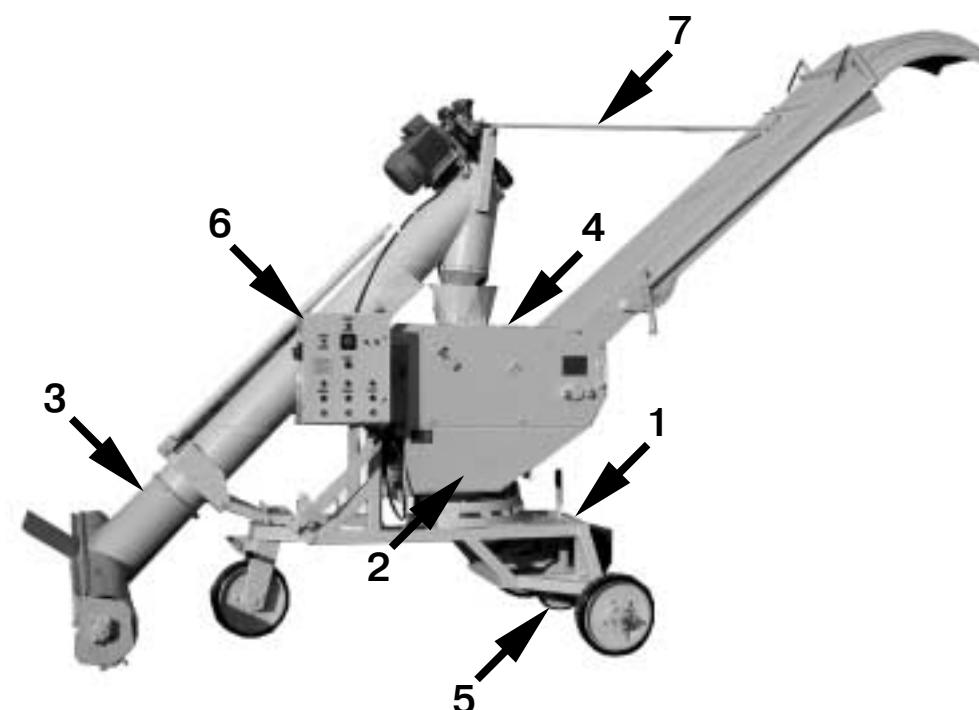

Рис. 1
1.2. Метатель зерна самоподвижной МЗ-60 (рис.1) производительностью 60 т/ч предназначен для механизации погрузочно-разгрузочных работ на открытых площадках с твердым покрытием и зерноскладах. Метатель зерна МЗ-60 может выполнять следующие операции:
3.1. Зернometатель состоит из следующих основных узлов и механизмов (рис. 1): рама, с ходом **1**, рама поворотная **2**, транспортер загрузочный **3**, триммер с трубой **4**, механизм самохода **5**, пульт с электрооборудованием **6**, шпренгель **7**.